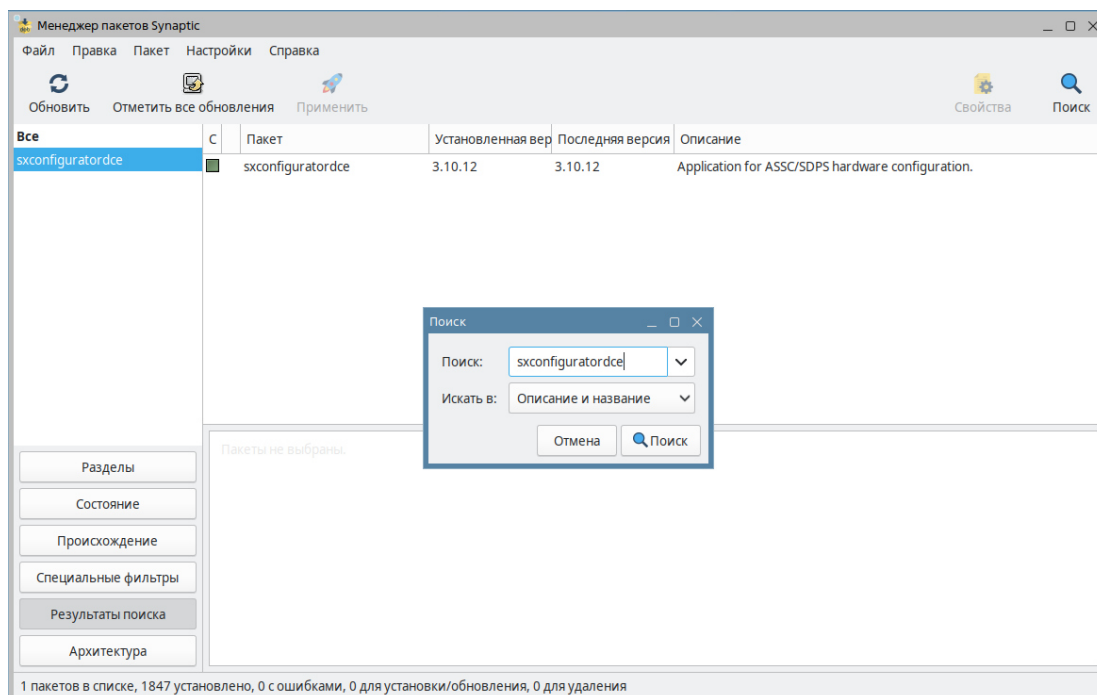

Рисунок 2.4 – Главное окно менеджера пакетов Synaptic
- 3) в главном окне менеджер пакетов Synaptic нажать кнопку «Поиск», расположенную в правом верхнем углу (см. рисунок 2.4);
4) в открывшемся окне «Поиск» в поле «Поиск» (см. рисунок 2.4) ввести команду: